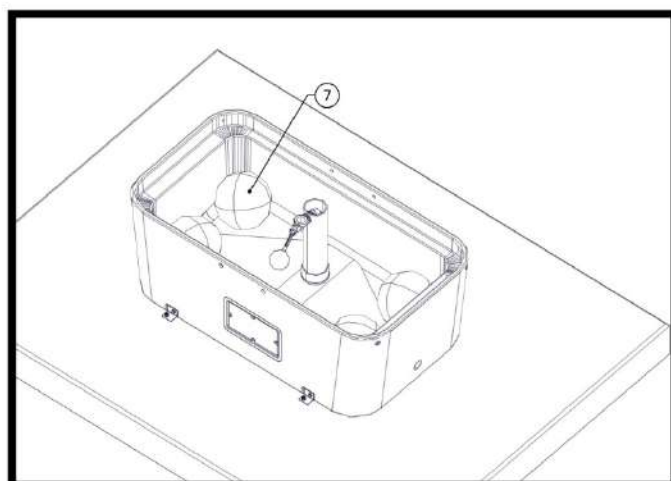

Рис. 16
14) Уложите шары поз.7 в поилку как показано на рис. 16.